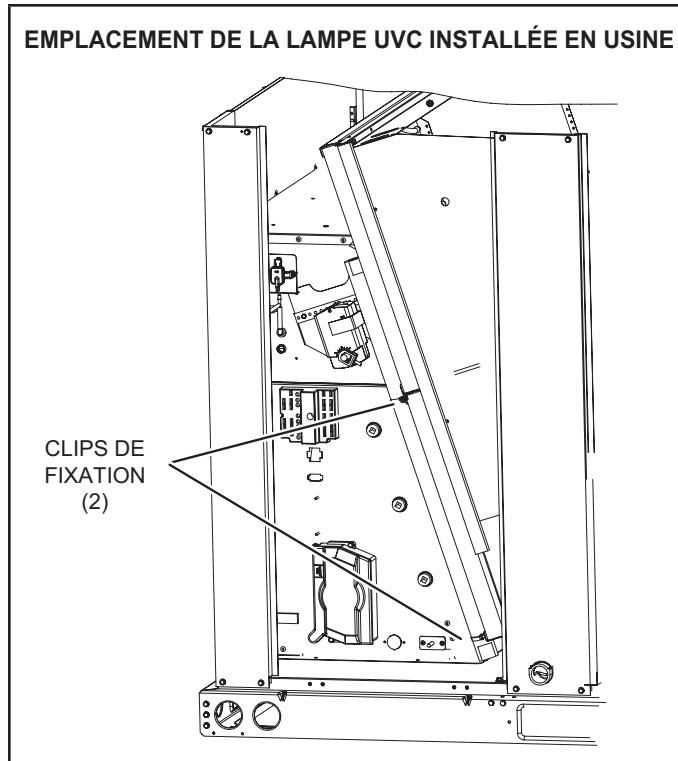

FIGURE 46
- 1 - Couper les serre-fils et retirer la lampe UVC attachée au porte-filtre. Voir FIGURE 46.